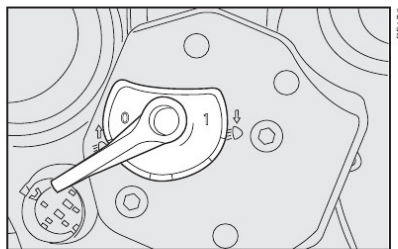

fig. 120
### Regulador no farol - figs. 120, 121 e 122
**Posição 0**-fig. 120 - com veículo com carga normal.